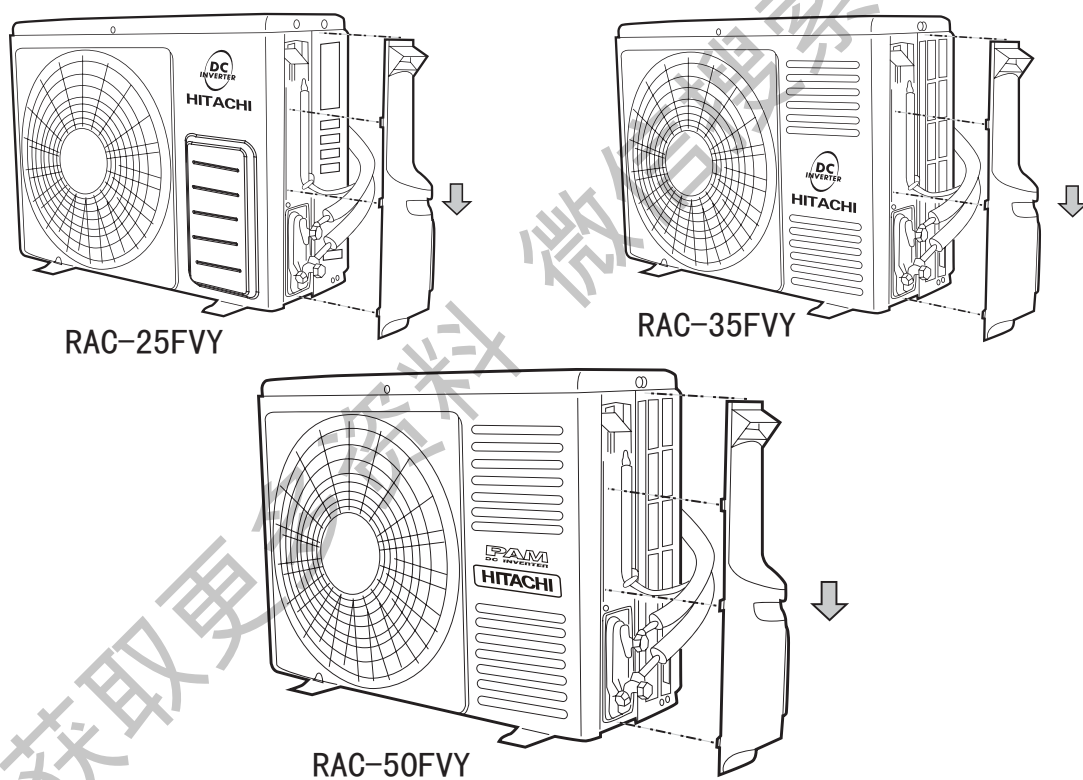
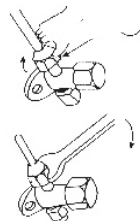

图21
图22
- (1) 将右侧板上边盖拆开。(如图21)
- (2) 将截止阀树脂封帽拆开。
- (3) 在截止阀与管的喇叭口处涂少许润滑油，然后按图22所示拧紧纳嘴。
- (4) 按图22所示用扳手牢固地将纳嘴扳紧，扭矩力按表(5)规定执行。